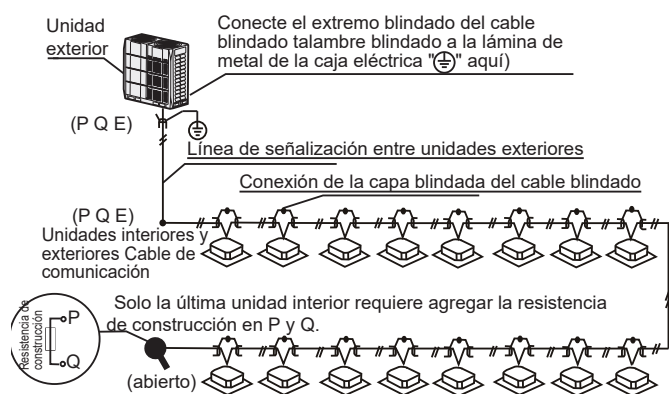

Imagen 6.6
- El cableado de comunicación entre las unidades interiores y exteriores debe conectar una unidad tras otra en una conexión en cadena desde exterior a la unidad interior final, la capa blindada debe estar correctamente la unidad conectada a tierra, y se debe añadir una resistencia incorporada a la última unidad interior para mejorar la estabilidad del sistema de comunicación (consulte la Imagen 6.6).